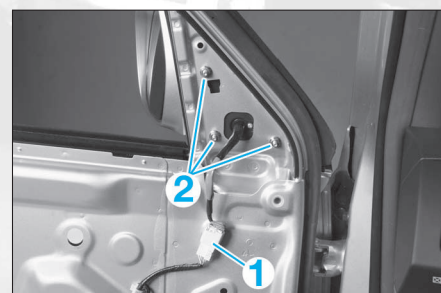

FIG. 58
- Débrancher le connecteur (1) (Fig.58).
- Déposer les vis de fixation (2).